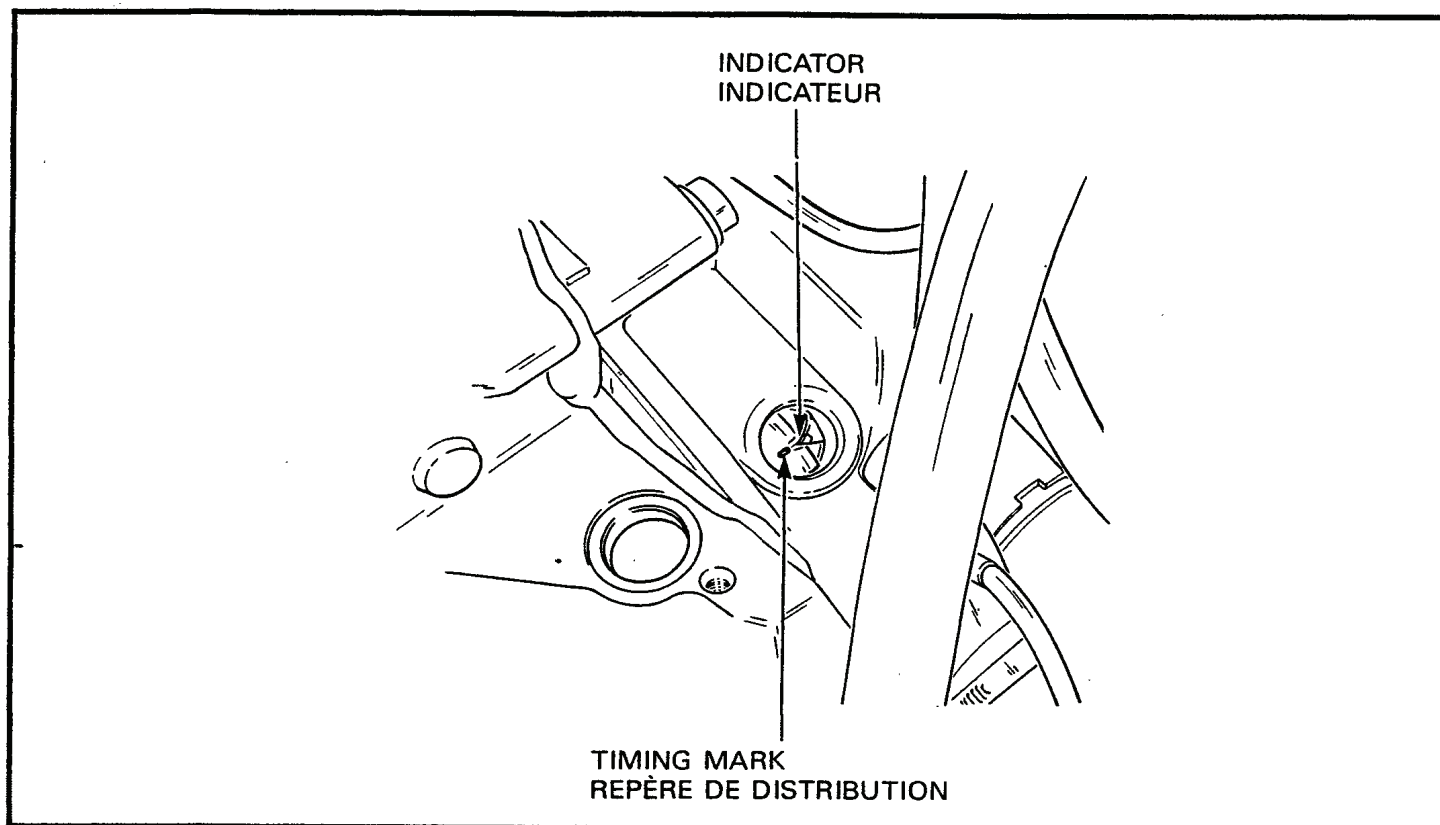

Figure 2-5-16 Flywheel Timing Mark
- b. Turn the crankshaft until the timing mark on the flywheel is aligned with the indicator, see Figure 2-5-16.
- b. Tourner le vilebrequin jusqu'à ce que le repère de distribution du volant soit aligné avec l'indicateur, voir figure 2-5-16.